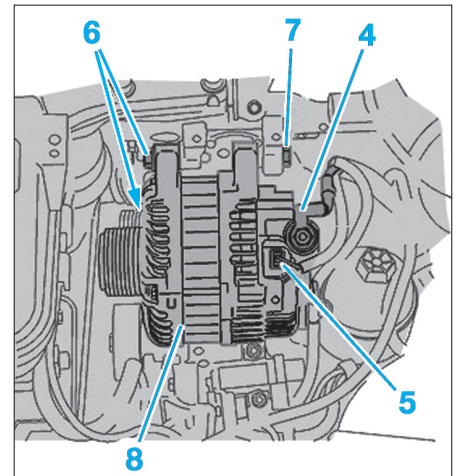

Fig. 3
- Débrancher les câbles électriques (4) et (5) de l'alternateur (Fig.3)
- Déposer les vis (6).
- Desserrer la vis (7).
- Basculer l'alternateur (8) vers l'avant.